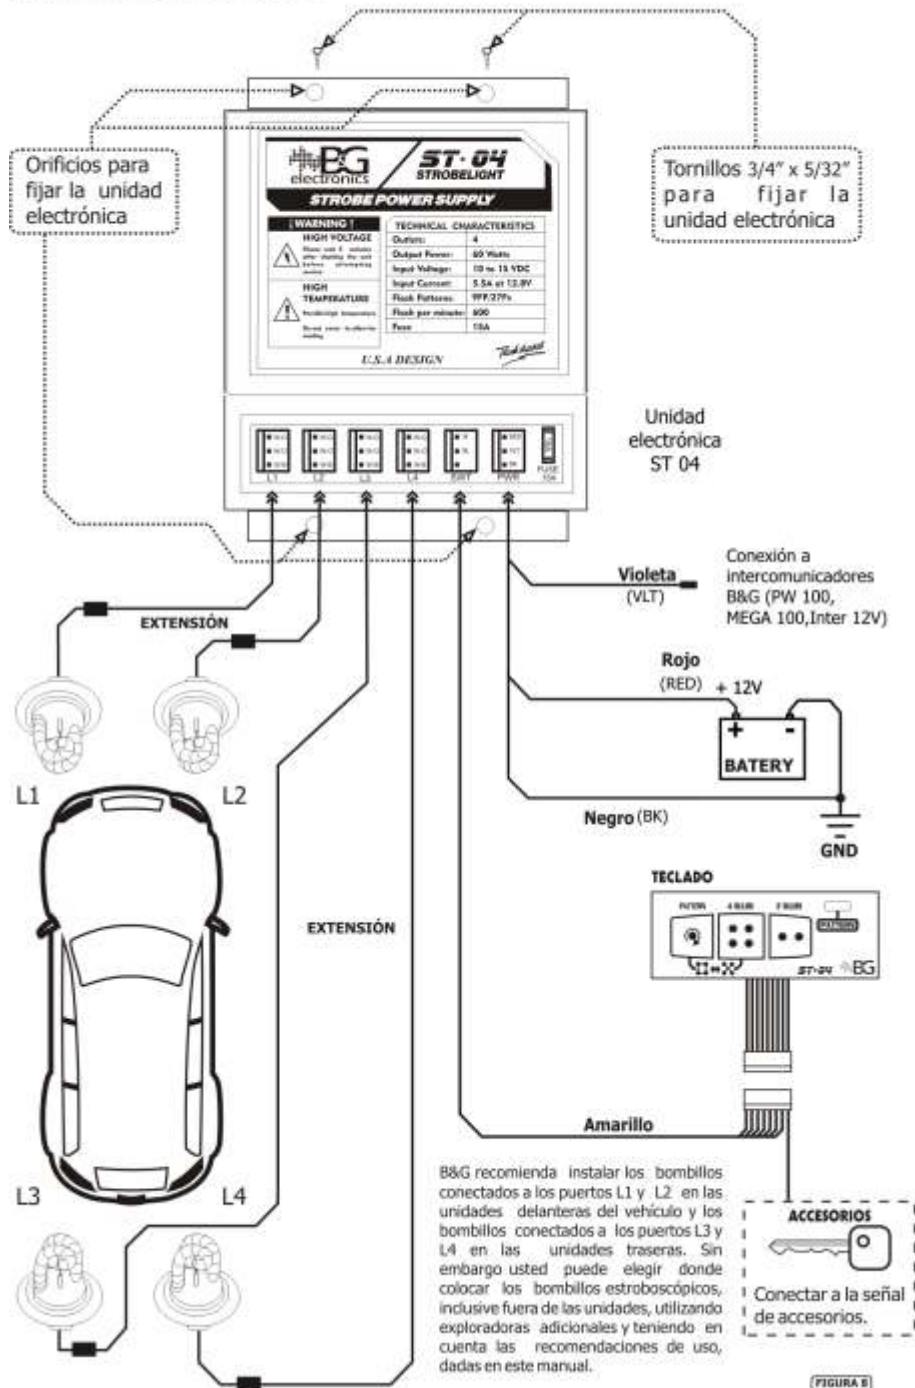

FIGURA 8
-Los cables conectan la unidad electrónica con los bombillos de Xenon. Dependiendo del efecto deseado seleccione que salida será conectada a cada uno de los bombillos (vea la figura 8).